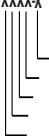

Рисунок 1
- Usunięcie trzech śrub (Y6-128-C) i blokada (Y14-750-K) Podkładki z trzy (93866) pręty dystansowe (patrz rysunek 1).
2. Удалите три винта (У6-128-С) колпачок и (У14-750-К) lock шайбы из трех (93866) прутков распорку (см. рисунок 1).